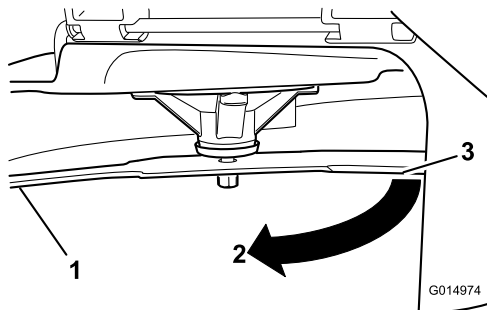

Figure 88
3. Seconde distance mesurée entre la lame et la surface (B)
4. Tournez la même lame de 180 degrés pour amener l'autre tranchant à la même position (Figure 88).